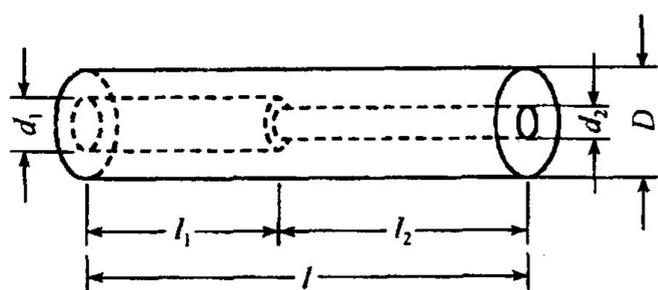

图 8.2
8.2 图 8.2 所示传动轴长 $l=510\text{mm}$ ，直径 $D=50\text{mm}$ 。现将轴的一段钻空为内径 $d_1=38\text{mm}$ 的内孔，另一段钻为 $d_2=25\text{mm}$ 的内孔，材料的许用切应力 $[\tau]=80\text{MPa}$ ，求：(1) 轴所能承受的最大扭矩；(2) 如要求两段轴长度内的扭转角相等， l_1 和 l_2 应满足什么关系？(25 分)